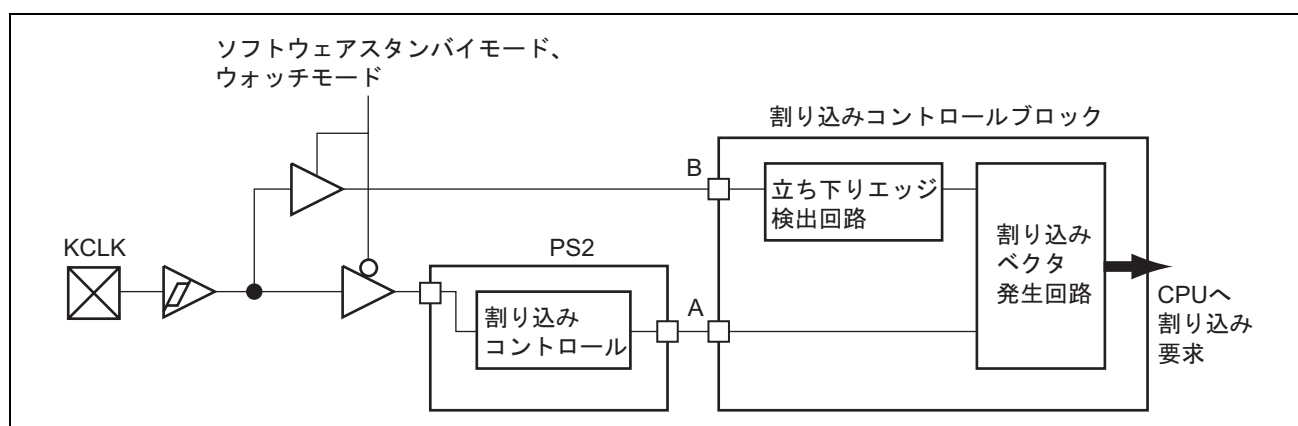

図 18.16 1st KCLK 割り込み経路図
- 1st KCLKの割り込みは、通常の実行時とソフトウェアスタンバイモード、ウォッチモード時の割り込み経路およびフラグのセットが異なります。1st KCLKの割り込み経路の概略を図18.16に示します。